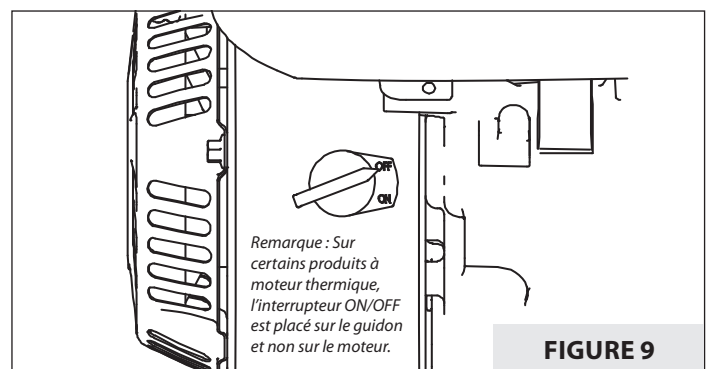

FIGURE 9
- Mettre l'interrupteur ON/OFF (marche/arrêt) en position **OFF**. **VOIR FIGURE 9.**